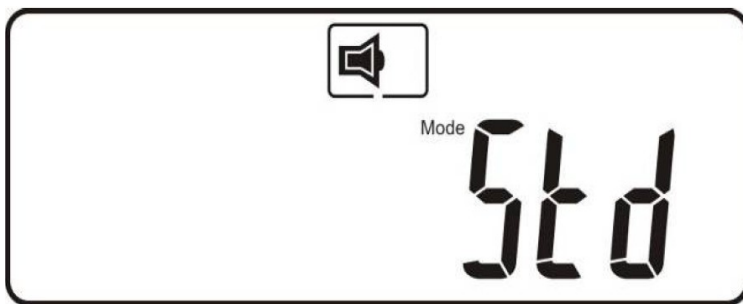

Рис. V1 Режим работы Std
- Режим работы ИБП — рис. V1
- Изменение режима работы ИБП (рис. V1-V4)
- рис. V1 - Режим Std (On-Line)